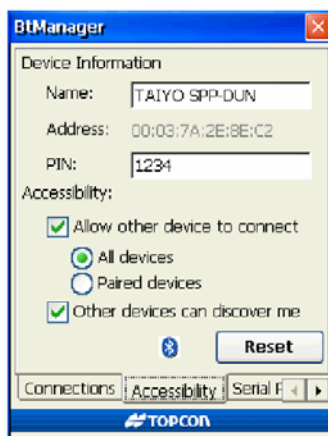

Рисунок 3-4. Задайте настройки доступа к модулю Bluetooth
3. Чтобы получить информацию о текущем состоянии модуля Bluetooth, выберите вкладку *Accessibility (Доступ)*, см. рис. 3-4 на стр. 3-4, и проверьте настройки доступа к модулю Bluetooth. Для большинства приложений должны быть выставлены (активированы) следующие флажки: